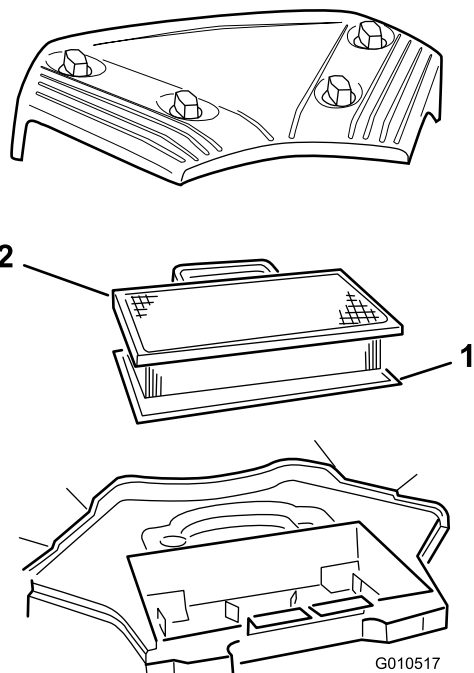

Bild 23
3. Nehmen Sie den Papiereinsatz und den Schaumeinsatz heraus (Bild 23).